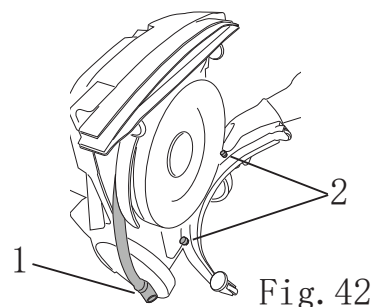

Fig. 42
- 抽出吸水扒的系水管（图42，编号1）。
- 拧松旋钮（图42，编号2）。